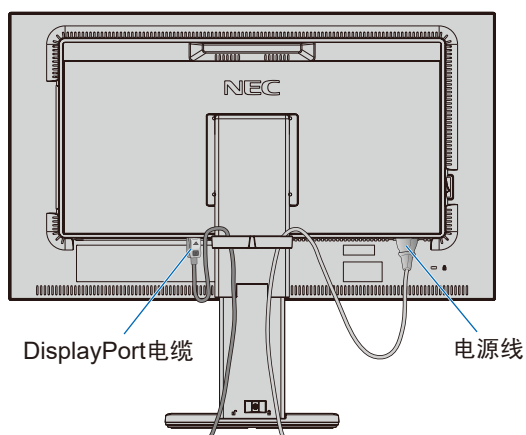
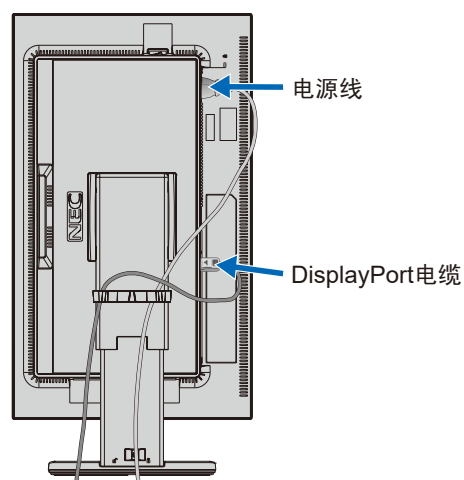

图 C.2
图 C.3
5. 为使缆线整齐有序, 请将它们放入安装在立架上的缆线支架内 (图 C.2 和 图 C.3)。